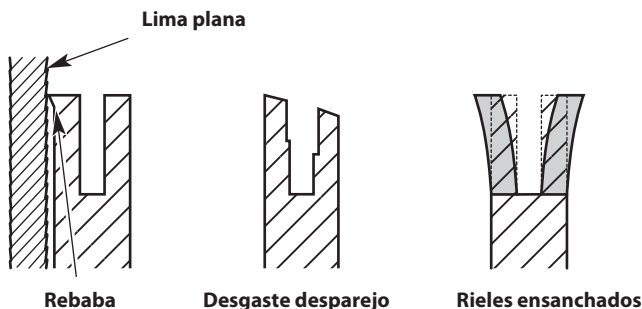

Fig. 21
3. Controle frecuentemente si hay daño en la barra de guía (Fig. 21). El biselado y desbarbado de los carriles de la barra de guía (los rebordes a ambos lados de la canaleta de la barra) es un proceso normal del desgaste de la barra. Estas fallas deben corregirse con una lima tan pronto ocurren (Fig. 21). Una barra de guía con las fallas siguientes debe ser reemplazada: